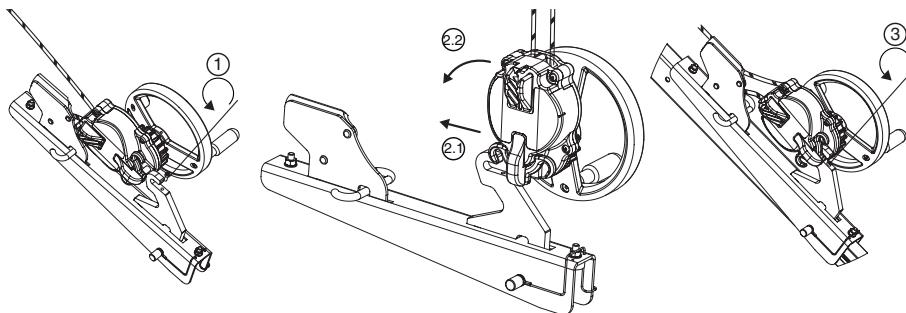

Fig. 8
#### 6.3.4. Appareil derope™ UP R (Fig. 8, 9 et 10)
L'appareil derope™ UP R doit être fixé sur la jambe du trépied tracicode de Tractel® comme indiqué sur la Fig.8. Toute autre fixation en un autre point du trépied tracicode de Tractel® est interdite.
1. Dévisser la vis de blocage du crochet d'accrochage de la console pour appareil derope™ UP R (Fig. 8, 1).
2. Mettre en place l'appareil derope™ UP R sur le crochet d'accrochage (Fig. 8, 2.1 – 2.2).
3. Revisser la vis de blocage afin d'empêcher l'appareil de se désolidariser de sa console (Fig. 8, 3) et vérifier qu'elle est bien mise en place et serrée.